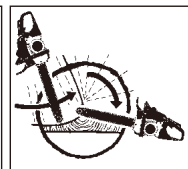

Рисунок 11D
2. Если диаметр спиливаемого дерева превышает длину шины, то выполните два пропила, как показано на рис. 11D.